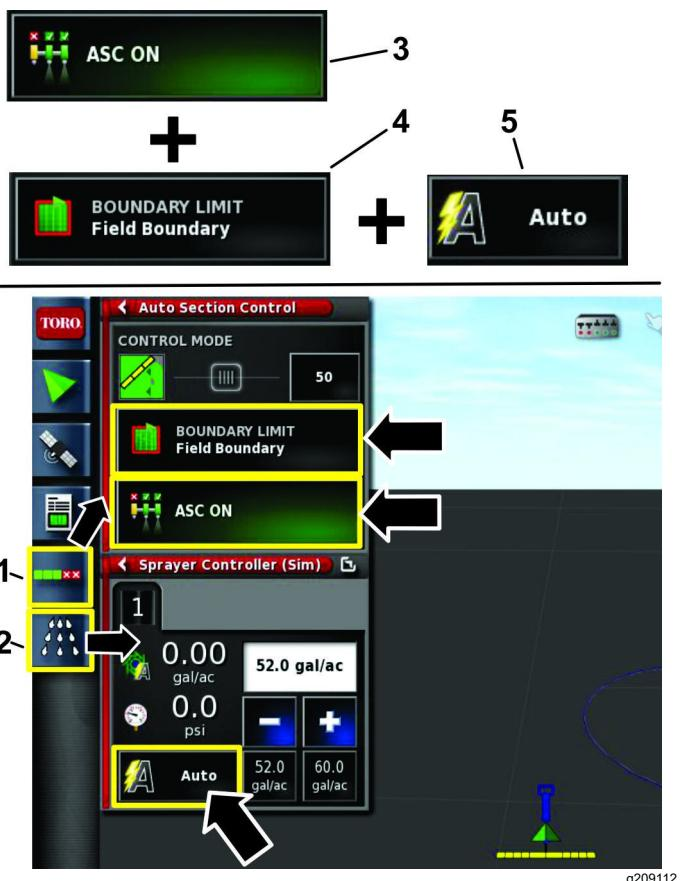

Рисунок 22
- Нажмите значок автоматического выбора конфигурации управления (ASC) и значок контроллера опрыскивателя, чтобы открыть эти экраны на дисплее (Рисунок 22).
- Нажмите на значок ASC, чтобы установить его в положение Вкл., выберите предел границ, установив его в положение FIELD BOUNDARY (Граница поля), и установите управление нормой внесения в положение Auto (АВТОМАТИЧЕСКИЙ РЕЖИМ) (Рисунок 22).